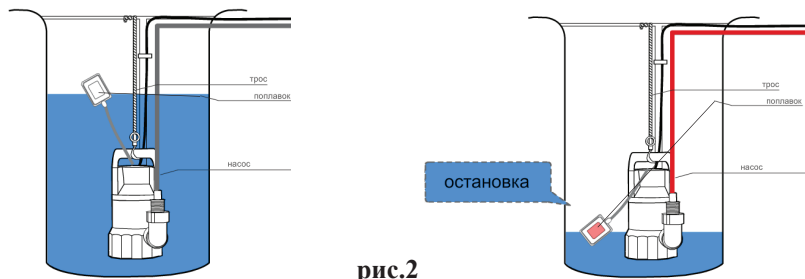

рис.2
6.3 Насос оснащён поплавковым выключателем, который уже отрегулирован на определённый уровень включения и выключения насоса (рис. 2). Удостоверьтесь, что при минимальном уровне воды выключатель отключает насос.